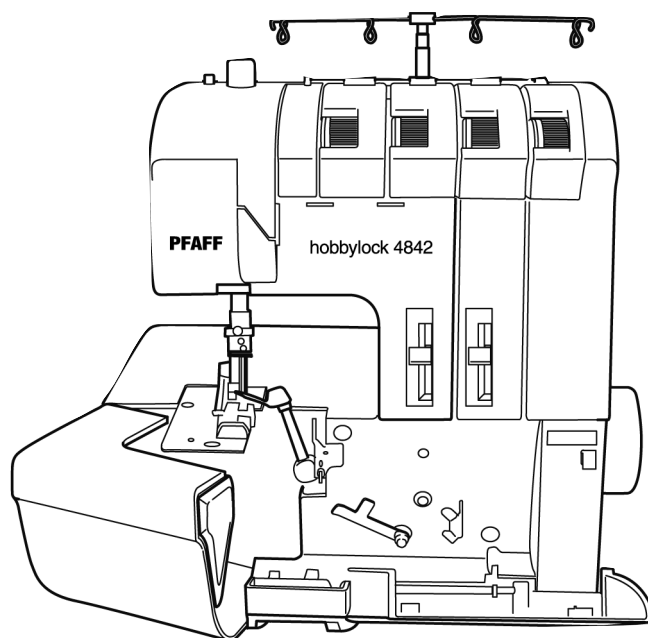

Рис. 39
- Откройте крышку отделения петлителей (рис. 39).